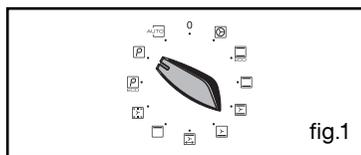

fig.1
Zet de selectieknop op de stand  Pyrolyse of  Pyrolyse ECO (fig.1).
- Schroef het verlichtingskapje los (fig.1).